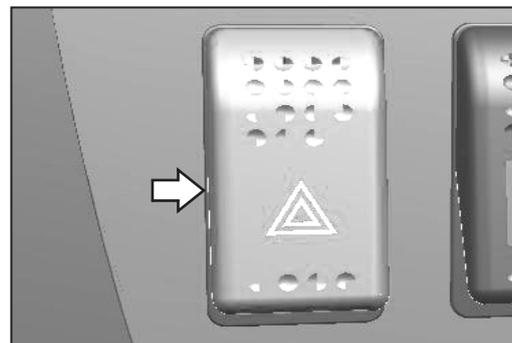

Abb. 3.3.1
3.3.1 Warnblinkschalter (Abb. 3.3.1):